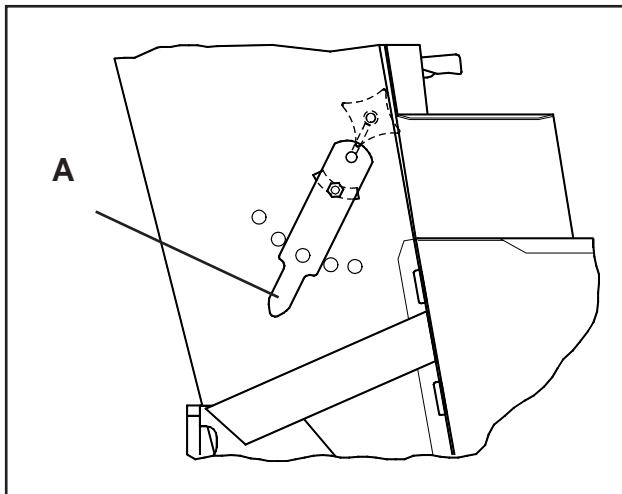

Fig. 45
Ajustez pour réduire au minimum les manques et les doubles. Six positions. Fig. 45 (A)
Les moteurs de l'agitateur sont localisés à l'intérieur des unités de plantation. **Fig. 45** L'unité de commande adapté sur l'armature principale à l'avant du planteur inclut des fusibles pour chaque moteur.